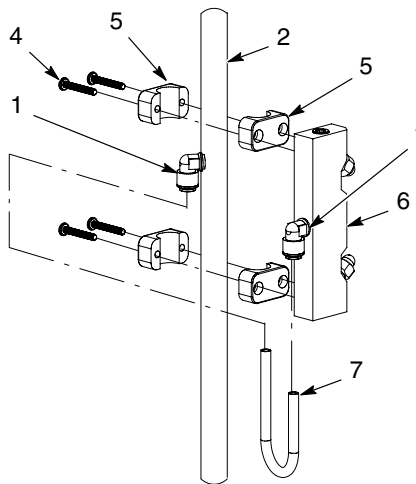

Figure 4 Installation du kit de soufflage de pistolet
2. Voir la figure 4. Fixer le distributeur (6) à l'ensemble tube collecteur (2) à l'aide des brides (5) et des vis M6 (4). Laisser les vis légèrement desserrées pour la procédure d'alignement dans la section suivante.
3. Poser le tube (7) du raccord (1) sur le distributeur au raccord (1) sur l'ensemble tube collecteur. Répéter la procédure pour le deuxième distributeur.